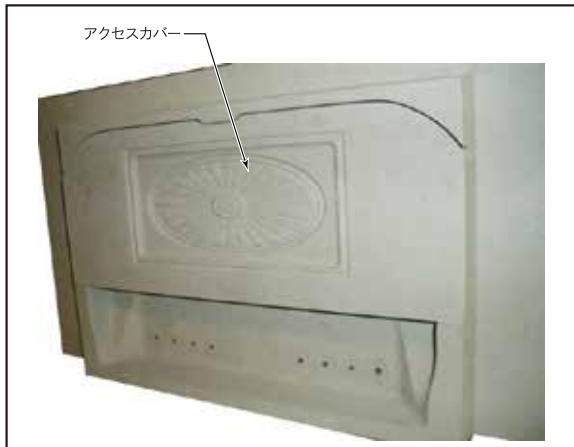

図 9 アクセスカバーの取り外し
1. 点検口のカバーをゆっくりと持ち上げ、ボトムの先端から手前に引き出して外します。(図 9)